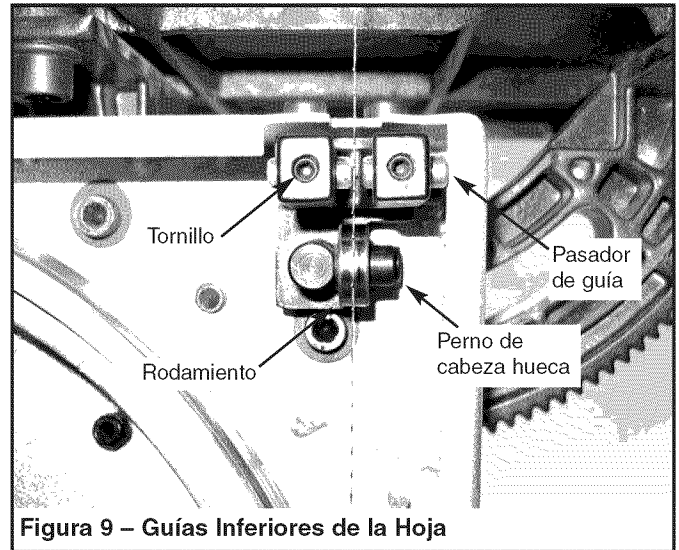

Figura 9 – Guías Inferiores de la Hoja
- Afloje los tornillos (vea la Figura 9) y mueva los pasadores de guía en dirección opuesta a los lados de la hoja.
- Ajuste los pasadores de guía (vea la Figura 9) a los lados de la hoja. Use un calibrador de cinta para verificar que los pasadores de guía estén a 0.002" de la hoja.